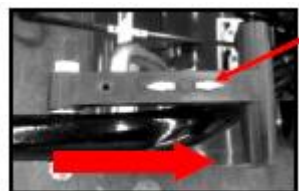

FIGURA 9 (Haste de controle reverso)
- ② Coloque a haste de controle reverso no modo de avanço (veja a figura 9)